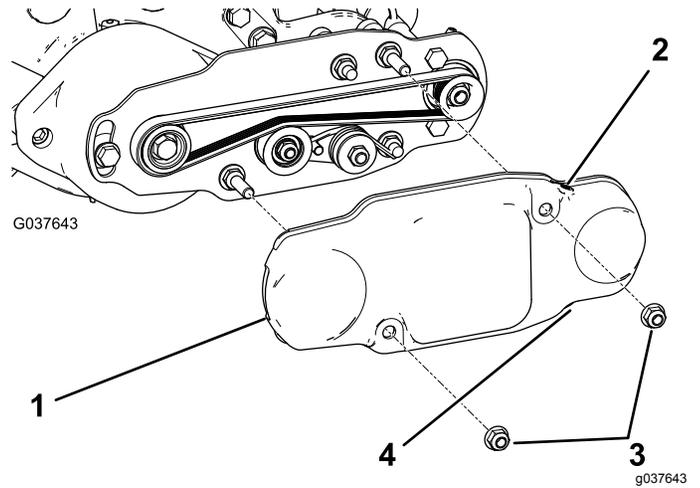

图 18
2. 将皮带罩滑动到安装螺栓上并用 2 个凸缘螺母固定皮带罩 图 18。
3. 确保顶部固定螺丝已安装卸下并丢弃用于排水的底部固定螺丝 图 18。